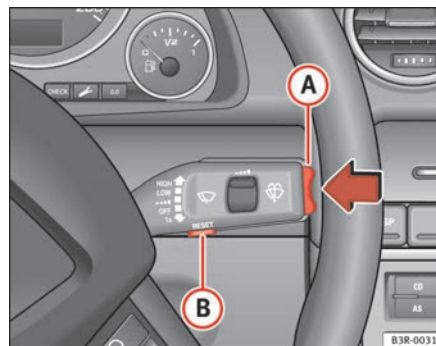

Fig. 60 Alavanca do limpa pára-brisas: Elementos de utilização do computador de bordo
Pressionando a tecla Reset **B** ⇒ página 88, fig. 60 pode comutar-se entre as funções do computador de bordo 1 e 2.
Bastará pressionar brevemente o interruptor-selector de funções ou a tecla **Reset** ⇒ **fig. 60** para apagar o aviso sobre a duração da viagem.
- Pressione a zona superior ou inferior do comutador-selector de funções **(A)** ⇒ **fig. 60**. Serão visualizadas uma após outra as funções do computador de bordo nos níveis de memória correspondentes.